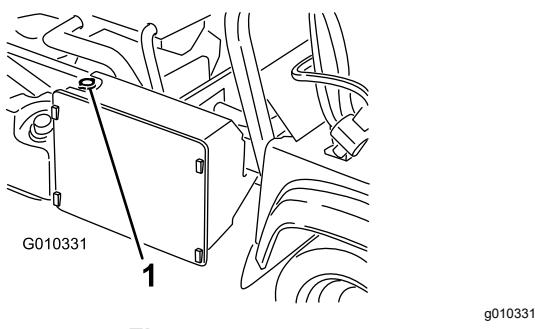

Figura 55
3. Retire o tampão do radiador (Figura 55).
4. Retire o tampão do depósito secundário (Figura 55).
7. Tape o radiador e instale o tampão (Figura 55).